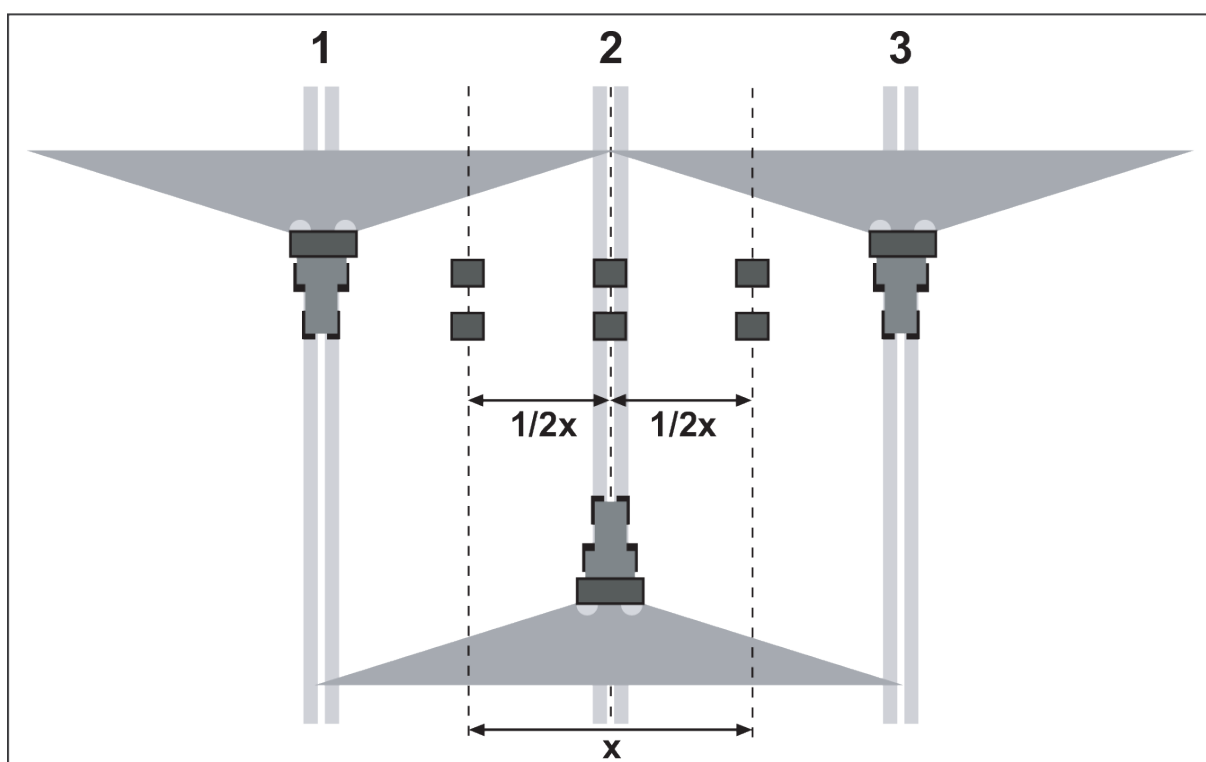

Fig. 35: Installation pour trois passages
- Installer deux bacs récupérateurs l'un derrière l'autre séparés par un écart de **1 m** dans les zones de recouvrement et dans la voie centrale (selon Fig. 35).